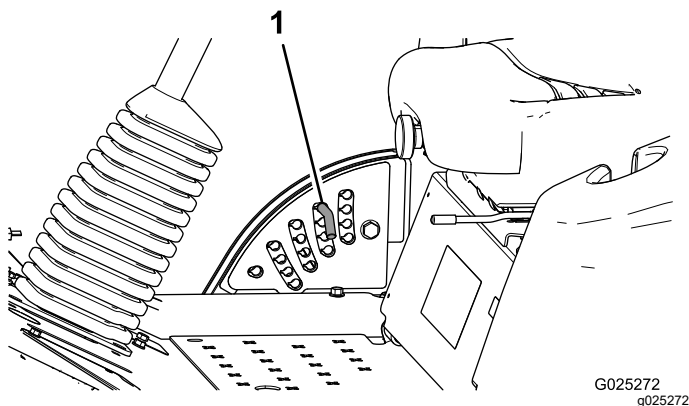

Figure 5
2. Tournez la goupille de butée jusqu'à ce que la saillie soit en face des trous du support de hauteur de coupe et retirez-la (Figure 5).
3. Placez la goupille dans le trou du support correspondant à la hauteur de coupe voulue et tournez-la pour la verrouiller en place (Figure 5).
Remarque: Il y a 4 rangées de trous (Figure 5). La première rangée donne la hauteur de coupe indiquée au-dessus de la goupille. La deuxième rangée donne la hauteur indiquée plus 6 mm. La troisième rangée donne la hauteur indiquée plus 12 mm. La dernière rangée donne la hauteur indiquée plus 18 mm. Un seul trou, situé dans la deuxième rangée, correspond à la hauteur 127 mm. Il n'ajoute pas 6 mm à la hauteur de 127 mm.